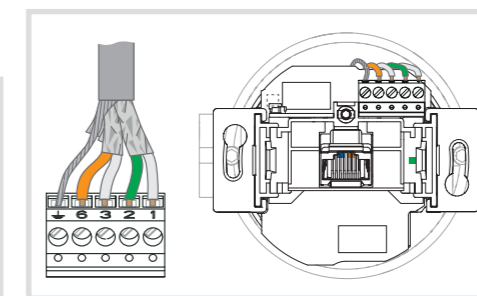

Bild 4
- 5-poligen Klemmblock (1) vom Gerät abziehen und die Adern entsprechend vorgegebener Farbcodierung auflegen (Tabelle 2). Nicht benötigte Adern abschneiden.
- Klemmblock (1) auf die Kontaktstifte (3) stecken (Bild 4).